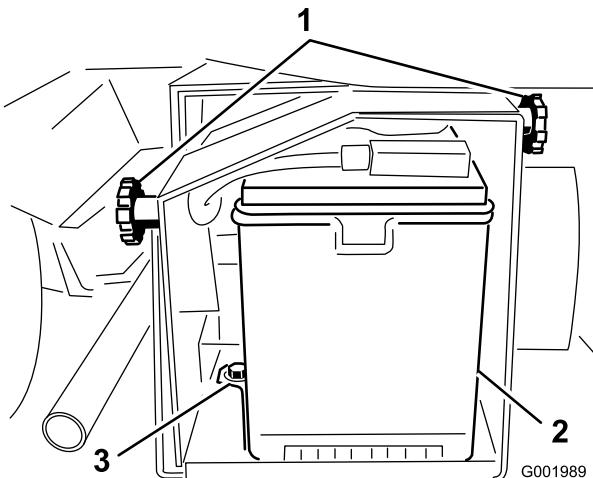

Bild 53
- Lösen Sie die Handräder an beiden Seiten des Batteriekastens und nehmen Sie die Batterieabdeckung ab (Bild 53).
5. Nehmen Sie die Batteriehalterungen und -befestigungen ab (Bild 53).
2. Setzen Sie die Batteriehalterung auf und befestigen Sie sie mit den drei vorher entfernten Befestigungen (Bild 53).
4. Setzen Sie die Batterieabdeckung auf und befestigen Sie sie mit den zwei Handrädern (Bild 53).
1. Lösen Sie die Handräder an beiden Seiten des Batteriekastens und nehmen Sie die Batterieabdeckung ab (Bild 53).